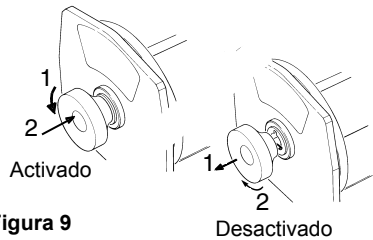

Figura 9
Realice el tiro y gire la perilla del embrague hasta la posición "Free" (Libre) según se indica en la figura 9. Si hay carga aplicada en el cable de acero, la perilla del embrague quizá no gire tan fácilmente. NO FUERCE LA PERILLA DEL EMBRAGUE. Para soltar la tensión en el embrague, suelte gradualmente una longitud de cable de acero. Suelte el
en el punto de anclaje o la carga. Use siempre el protector de manos suministrado para sostener el gancho al enrollar o desenrollar el cable. Cerciórese de que queden al menos cinco (5) vueltas de cable de acero en el tambor. Vuelva a activar el tambor girando la perilla del embrague a la posición "Engaged" (Activado). (Ver la figura 9).